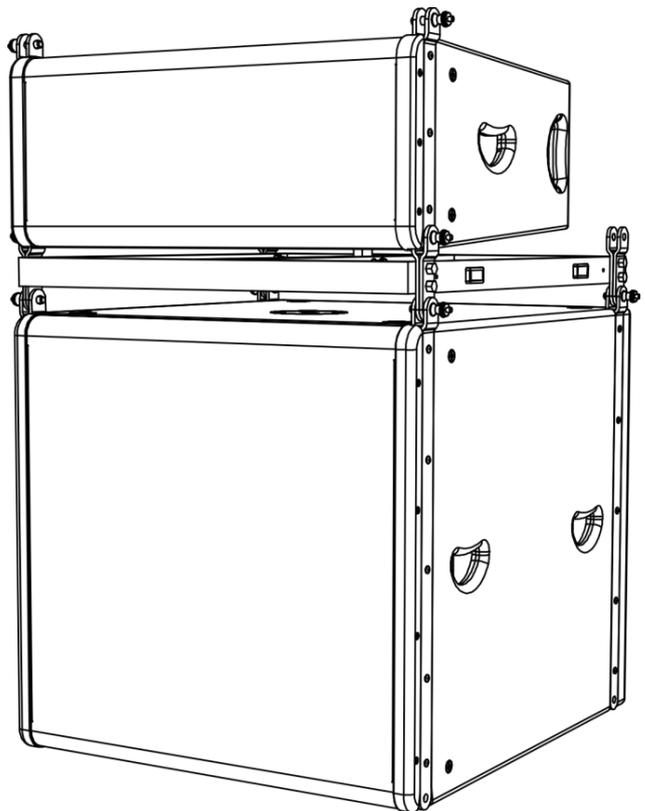

Abb. 03
- 02) Sie können nun mit den speziellen Montagestiften (Abb. 03) einen weiteren Odin Lautsprecher auf der Flybar montieren.